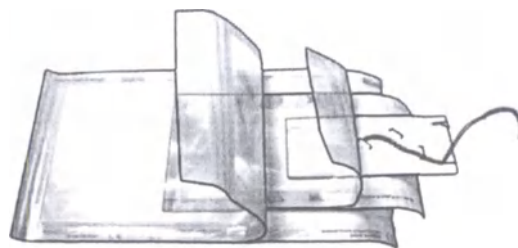

Рисунок 1
6.1 Нить (нити) с иглой атравматической (иглами), закрепленной (закрепленными) на фиксаторе игольных наконечников, зафиксированная в фиксаторе на фиксаторе в индивидуальной таре (рисунок 1).